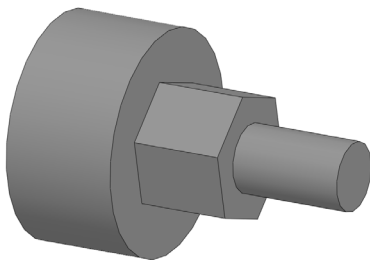

图 5-58 创建包覆特征
(4) 单击【确定】按钮，即可创建包覆特征，如图 5-58 所示。